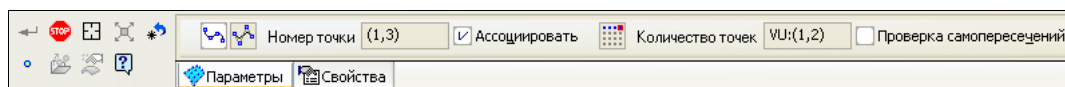

Рис. 30.11. Панель свойств: Поверхность по сети точек
- ♦ вызовите команду **Поверхность по сети точек** . Если вы в качестве сети точек в Дереве модели укажете **Массив по концентрической сетке**, то система количество точек в каждом ряду определит автоматически и построит фантом поверхности, но можно построение выполнить, задав точки по рядам в порядке их следования. Для этого в Дереве модели нажмите знак "плюс" перед элементом **Массив по концентрической сетке** и укажите **Экземпляр (1,2)**. Система построит фантом линии первого ряда. Если неправильно указали точки, то можно нажать кнопку **Отменить указание**  на панели специального управления Панели свойств (рис. 30.11);